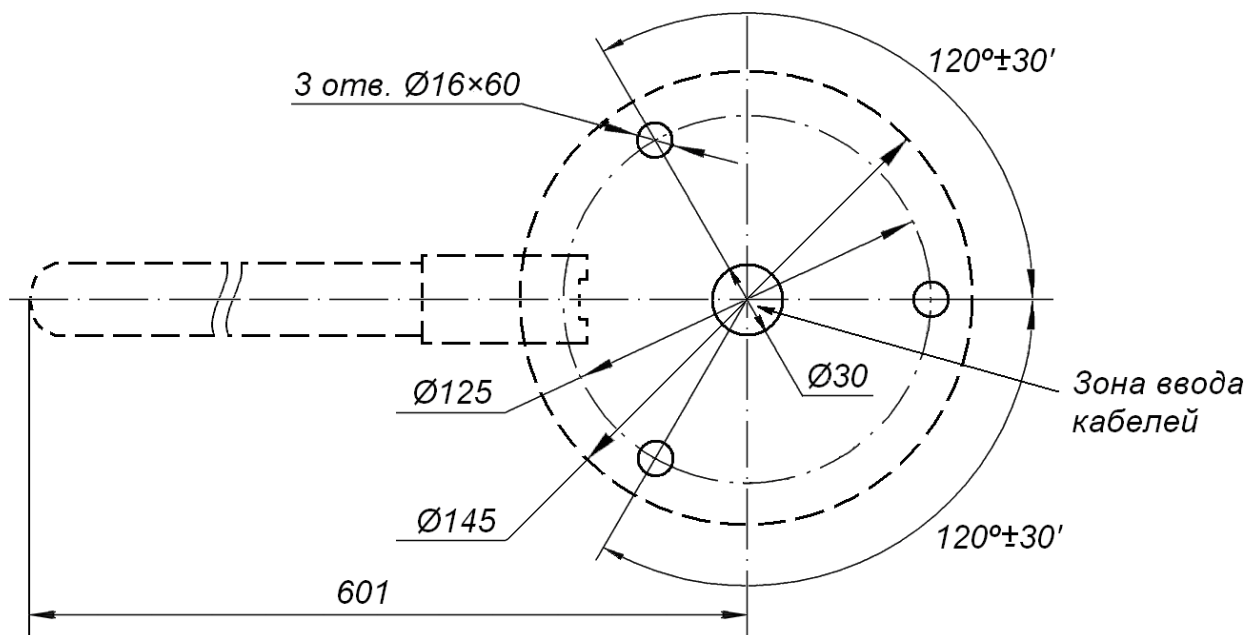

Рисунок 9. Схема разметки для монтажа турникета (пунктиром показаны габариты стойки турникета и положение одной из его створок)¹
- разметку установочных отверстий следует производить в соответствии с рис. 9 и 14;
2. Выполните на полу разметку под анкера для установки стойки турникета и кабельные каналы для прокладки кабеля управления (10), кабеля питания (11) в соответствии с рис. 9 и планировкой Вашей проходной. Схема разметки для монтажа формирователя прохода представлена в Приложении на рис. 14.